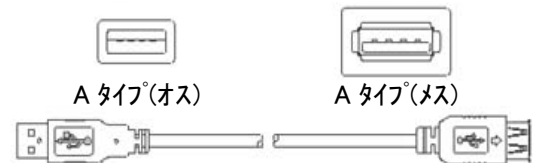

図7-42
- ・タッチパネルは操作パネルボックスに入っています。履歴出力機能をご利用される場合は市販のUSB延長ケーブル(図7-42)をご用意頂き、メス側を本体から引き出しご使用ください。